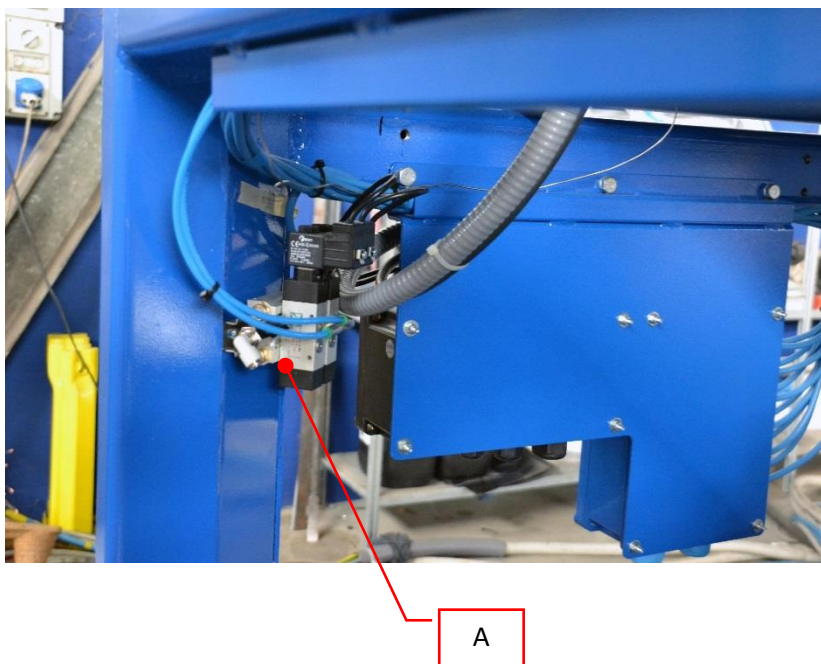

Рис.9 Группа FRL
Поток воздуха КИП регулируется группой FRL (A), рисунок 9. Для получения характеристик параметров, обратитесь к производителю **GRAF S.p.A.**